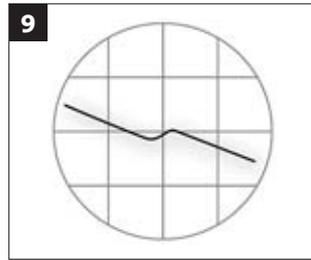

Bild 9: Pseudo-Verstärkung – Gainer
- **Pseudo-Verstärkung – Gainer:** Zu dem Effekt einer scheinbaren Verstärkung kommt es, wenn zwei Fasern mit unterschiedlichen Brechzahlprofilen, z.B. G.652 und G.657, miteinander verspleißt werden. In dem Fall ist zum Nachweis eine beidseitige Messung erforderlich (**Bild 9**).